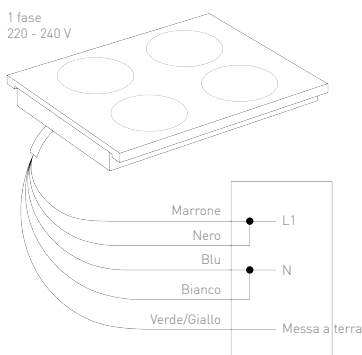
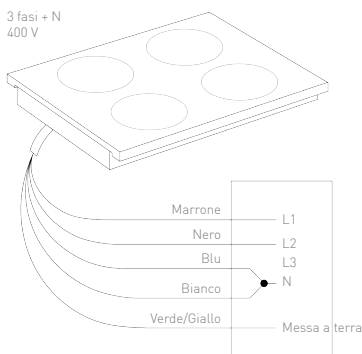

Figura 1
Figura 2
2. Collegare i cavi elettrici del piano a induzione all'interruttore o al quadro di alimentazione della rete domestica. Come indicato nella Figura 1 o nella Figura 2.